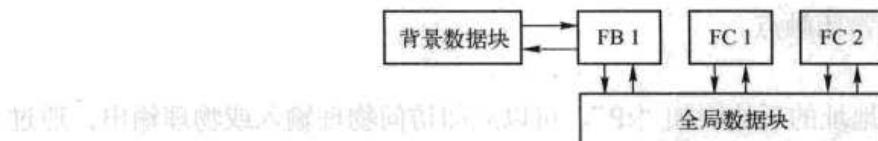

图 3-8 全局数据块与背景数据块
- 1) 全局 (Global) 数据块：存储的数据可以被所有的代码块访问（见图 3-8）。
- 2) 背景 (Instance) 数据块：存储的数据供指定的功能块 (FB) 使用，其结构取决于 FB 的接口区的参数。